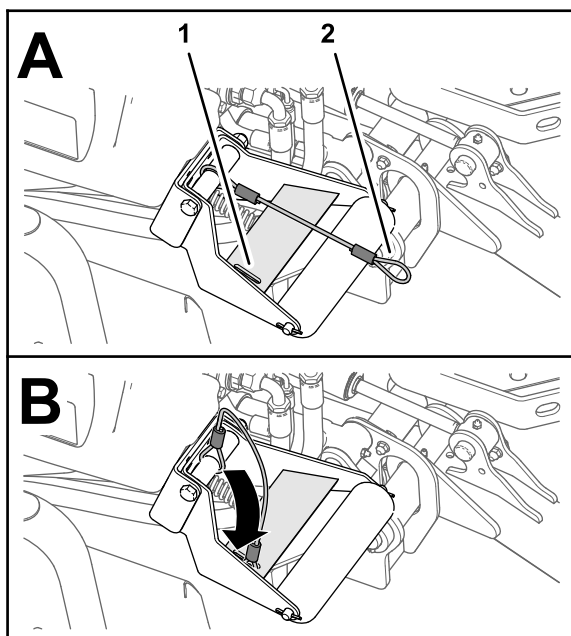

Figura 72
4. Con las unidades de corte bajadas, deslice el bucle del amarre en la ranura de la placa de refuerzo del soporte del rodillo (Figura 72).